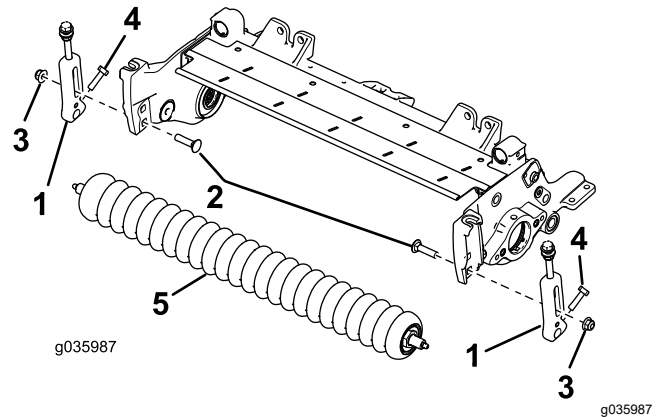

Bild 4
6. Nehmen Sie die Schlossschrauben und Sicherungsmuttern ab, mit denen die Schnitthöhenhalterungen (HOC) an den Seitenplatten der Schneideinheit befestigt sind (Bild 4).
7. Lösen Sie die Schrauben, mit denen die Schnitthöhenhalterungen an der Frontrollerwelle befestigt sind (Bild 4).
8. Nehmen Sie die vorhandenen Schnitthöhenhalterungen und die Frontrolle von den Seitenplatten der Schneideinheit ab (Bild 4).